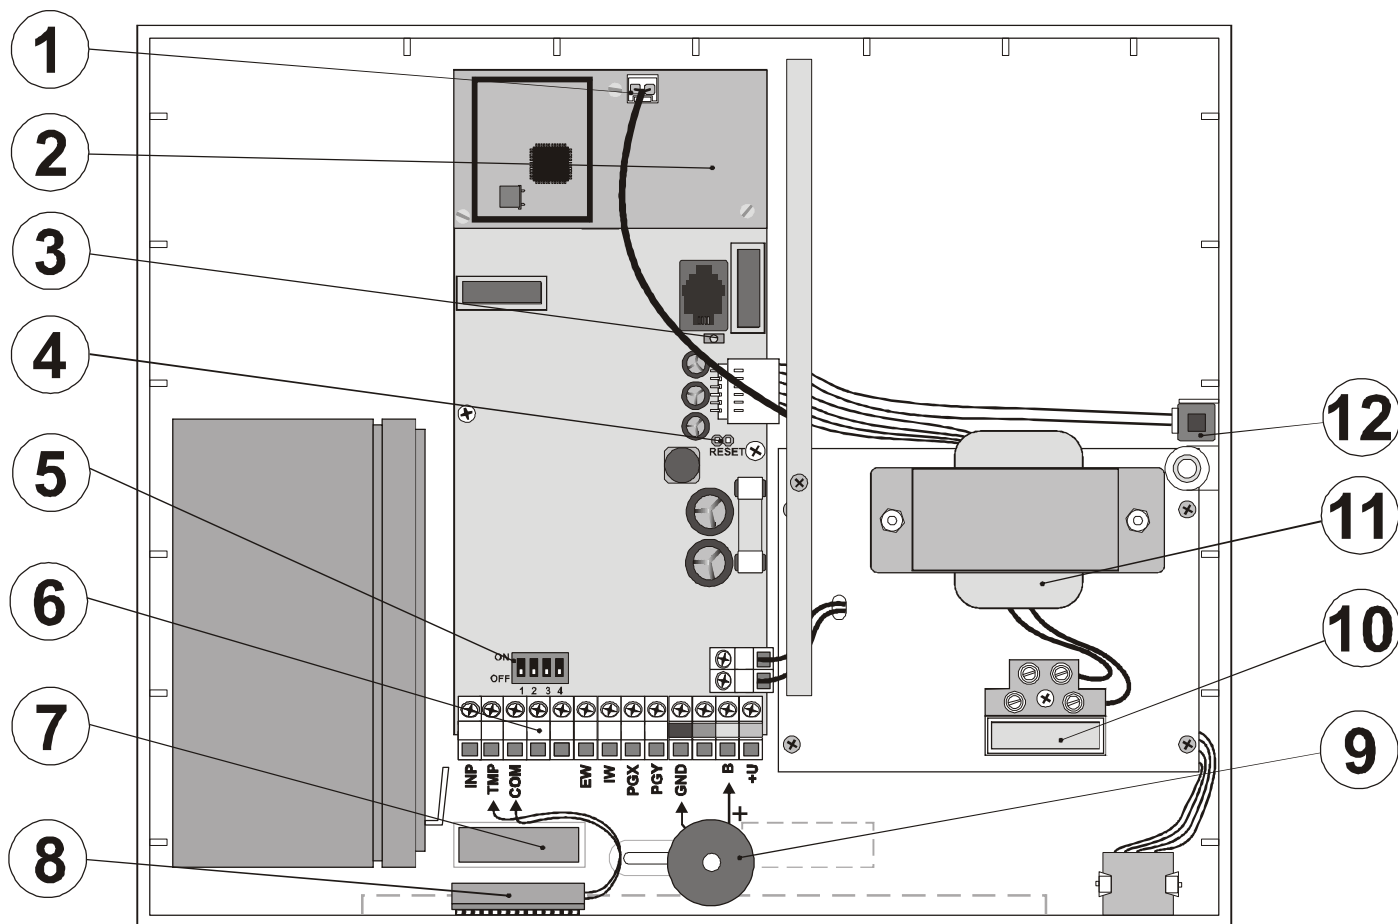

fig. 1 Repeater boks
Koble fra summer for normal modus. se fig. 1 (9).
4. Monter den faste magneten på merket sted, se fig. 1 (7)..
6. Fest magnetsensoren (den andre del med ledninger) på siden av boksen (maksimum avstand fra magneten er 2cm), se fig. 1 (8)..
8. Sett DIP2 til posisjon "PÅ", se fig. 1 (5)..